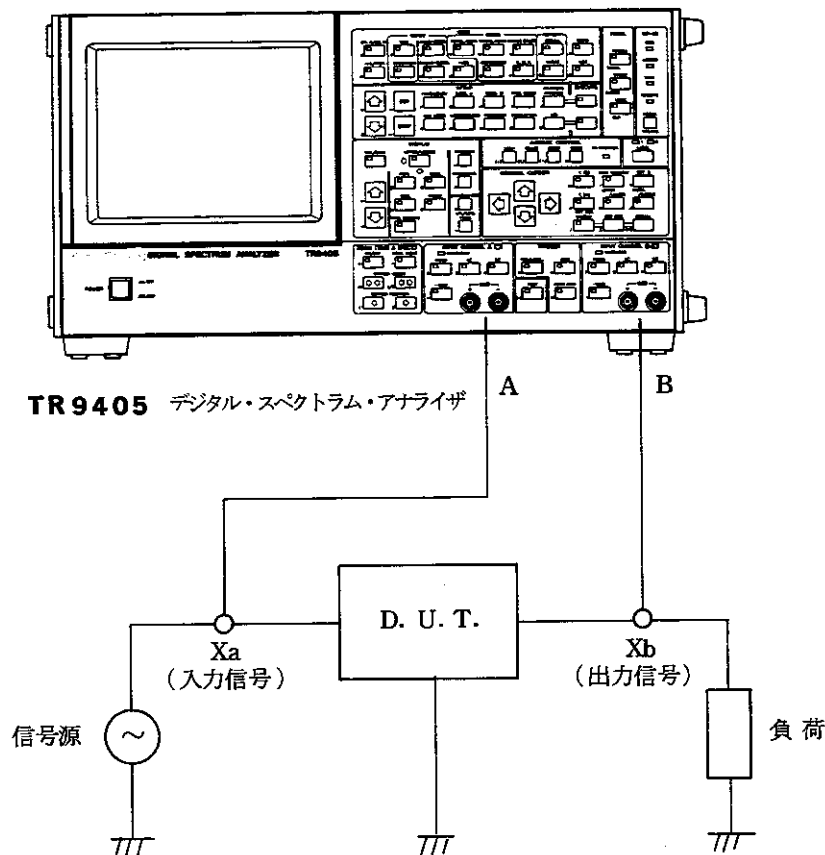
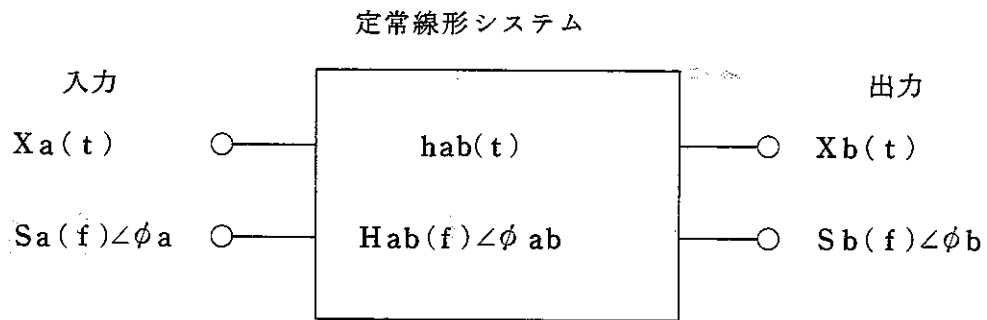

図3-1 .CH-A と CH-B の関係
図 3-2 2 端子回路網の入出力関係とその記号
たとえば、〔図3-1〕に示しますような線形システムであるD. U. T. (Device Under Test: 被測定物)の伝達関数を求める場合について考えてみます。D. U. T. に印加される入力信号は、**TR9405**のAチャンネルに接続し、その応答結果であるD. U. T. の出力信号はBチャンネルに接続されなければなりません。
D. U. T. に対するこれらの入力信号と出力信号の時系列データを、それぞれ $X_a$ ,  $X_b$ と定義することによって、**TR9405**のすべての解析機能および表示を得ることができます。〔図3-2〕は、このD. U. T. に対する入力、出力および伝達関数などの関係を明確にしたものです。
以上の関係から、 $X_a$  と  $X_b$  を測定することによって、[ 図 3-1 ] の D. U. T. の伝達関数 (振幅情報と位相情報)、インパルス・レスポンスなどを求めることができます。
となります。〔図 3-2〕で定義づけられた
(1)~(3)および(4)、(5)のように電力スペクトラムが同じであっても、波形と位相スペクトラムは大きく異なってきます。たとえば、〔図 3-1〕および〔図 3-2〕において、Xa の波形が〔図 3-6〕の(4)で、Xb の波形が〔図 3-6〕の(5)であったとしますと、D・U・T の入出力の振幅は同じですが、位相において変化がみられます。